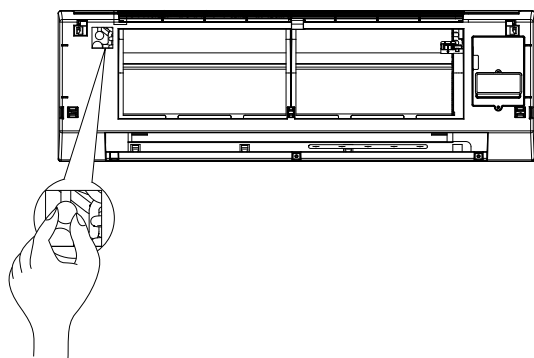

fig. 13
- Durante la primera carga de agua en el ventilador, asegúrese de que el aire residual en el circuito esté correctamente purgado, utilizando la válvula adecuada colocada como se muestra en "fig. 13".